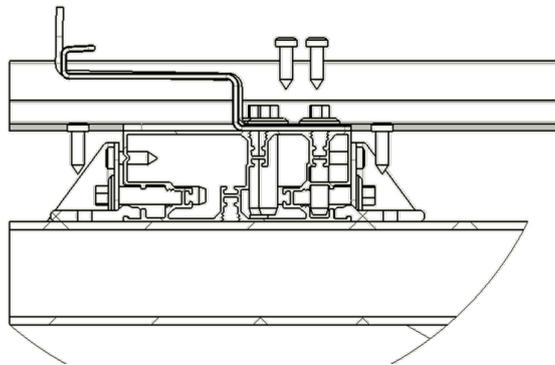

Abbildung 5 Befestigung und Verankerungstiefe
- Die Anschlagseinrichtung wird mit den mitgelieferten Schrauben **zwischen zwei Konterlatten** befestigt, siehe Abbildung 5. Das maximale Sprungmass zwischen den Konterlatten beträgt 1330 mm.